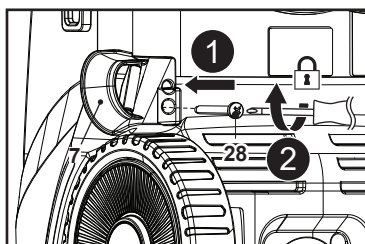

Fig. 2
Alinhe o orifício de montagem no guia da mangueira (7) com o respetivo apoio na máquina e, em seguida, utilize uma chave de parafusos de cabeça cruzada adequada (não fornecida) para fixar a ligação com o parafuso (ST4,8 x 16 com cabeça de parafuso grande) (28) (Fig. 2, passos 1, 2).